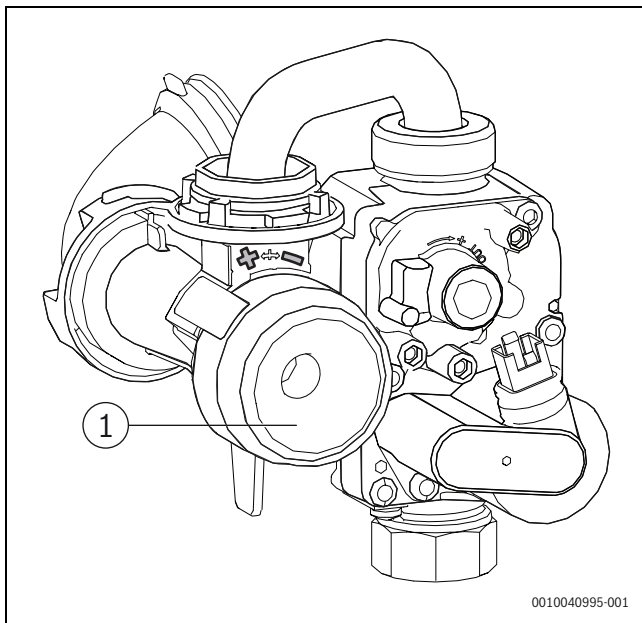

Bild 75 Gas-Luft-Verhältnis einstellen
- O₂- oder (CO₂-)Gehalt für die in der Tabelle angegebene maximale Nennwärmeleistung prüfen und ggf. nachstellen (→ Seite 63, Bild 75).